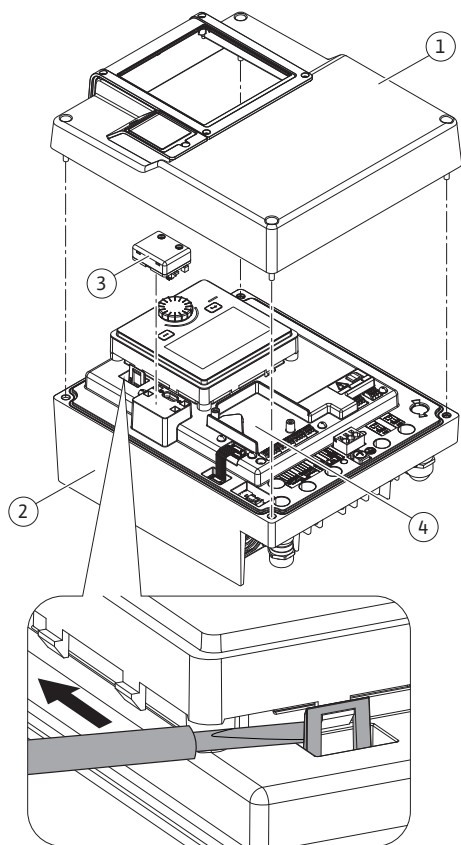
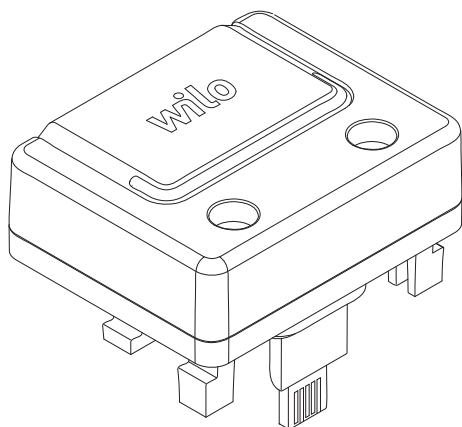

Fig. 25: Elektroonikamoodul
Fig. 26: Wilo-Smart Connecti moodul BT
1. Avage konksud (Fig. 25) ettevaatlikult tööriista (nt kruvikeeraja) abil.
Bluetooth-liides Wilo-Smart Connecti moodul BT (Fig. 25, pos. 3 ja Fig. 26) võimaldab ühendada mobiilseid lõppseadmeid, nagu nutitelefoni ja tahvelarvuti. Wilo-Assistanti äpis asub Wilo-Smart Connecti funktsioon. Wilo-Smart Connecti funktsiooniga saab pumpa juhtida, seadistada ja andmeid lugeda. Seadistusi vaadake peatükist „Kasutuselevõtmine“ [► 46].
1. Vabastage elektroonikamooduli ülaosa neli polti (Fig. 25, pos 1; Fig. I, pos 2).
3. Ühendage Wilo-Smart Connecti moodul BT ettenähtud Wilo-Connectivity Interface'i liidesesse. Vaadake Fig. 25, pos. 3.
CIF-moodulid (lisavarustus) on mõeldud pumpade ja hoonehaldussüsteemi vaheliseks kommunikatsiooniks. CIF-moodulid ühendatakse elektroonikamoodulisse (Fig. 25, pos. 4)